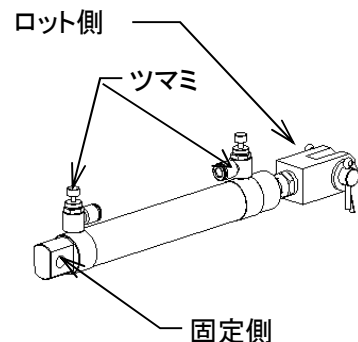

図 8-23
- ・ エアシリンダーのロッド側にあるエアーステア継ぎ手(図 8-23 参照)のつまみの固定リングを緩め、半時計回りに 1 回転ほど回して、再度動作確認をします。切替時の音が大きくなった時は、つまみを時計回りに少し回し、音が小さくなる所でつまみを固定リングで固定します。切替弁が戻らないとか、戻るときに大きな音をする時は、ヘッド側のつまみを回して調整します。